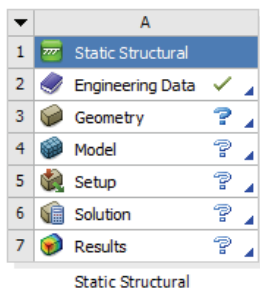

图 25-24 分析项目
2) 双击主界面 Toolbox 工具箱中的 Analysis System> Static Structural 选项，在项目管理区创建分析项目 A，如图 25-24 所示。